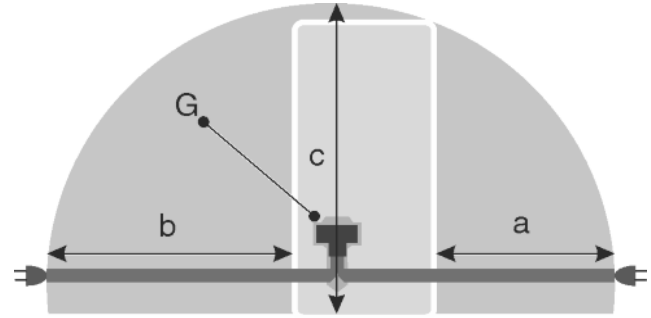

Fig. 19
- Priz, cihaz arka tarafı dışında belirtilen alandır *Fig. 19 (a, b, c)*.
- ▶ Cihaz fişini *Fig. 19 (G)* cihazın arka tarafına takın. Yerine düzgün bir şekilde oturmasına dikkat edin.